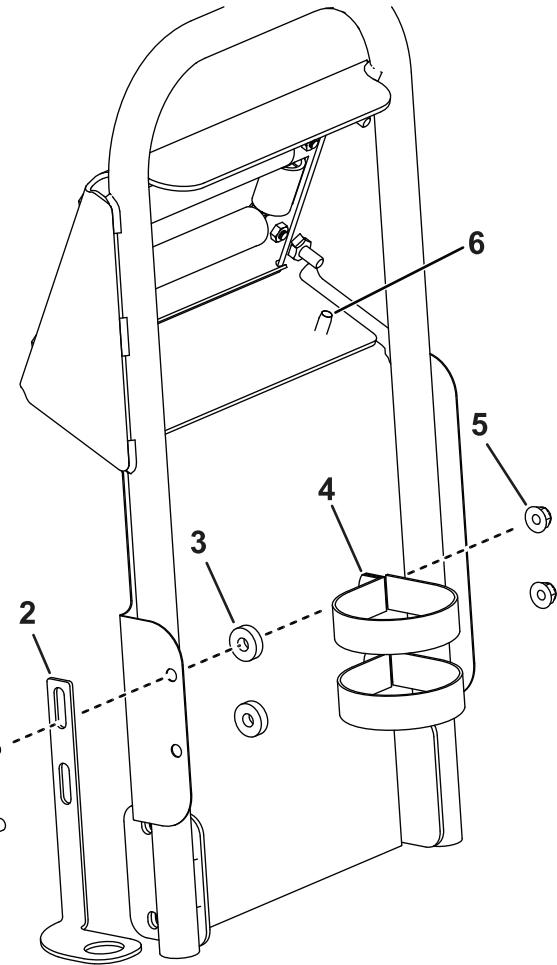

Bild 12
7. Befestigen Sie die Oberseite des Schmutzfängers mit zwei Blechschrauben am Griff (Bild 12).
8. Befestigen Sie den Spritzpistolenhalter am Schmutzfänger, wie in Bild 12 abgebildet.